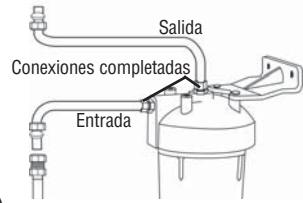

**Figura 8**
8. Corte dos pedazos de tubería de cobre blando de 3/8 de pulgada y dóblelos como se indica. Doble la tubería para crear curvas suaves en lugar de cerradas. (Figura 8)